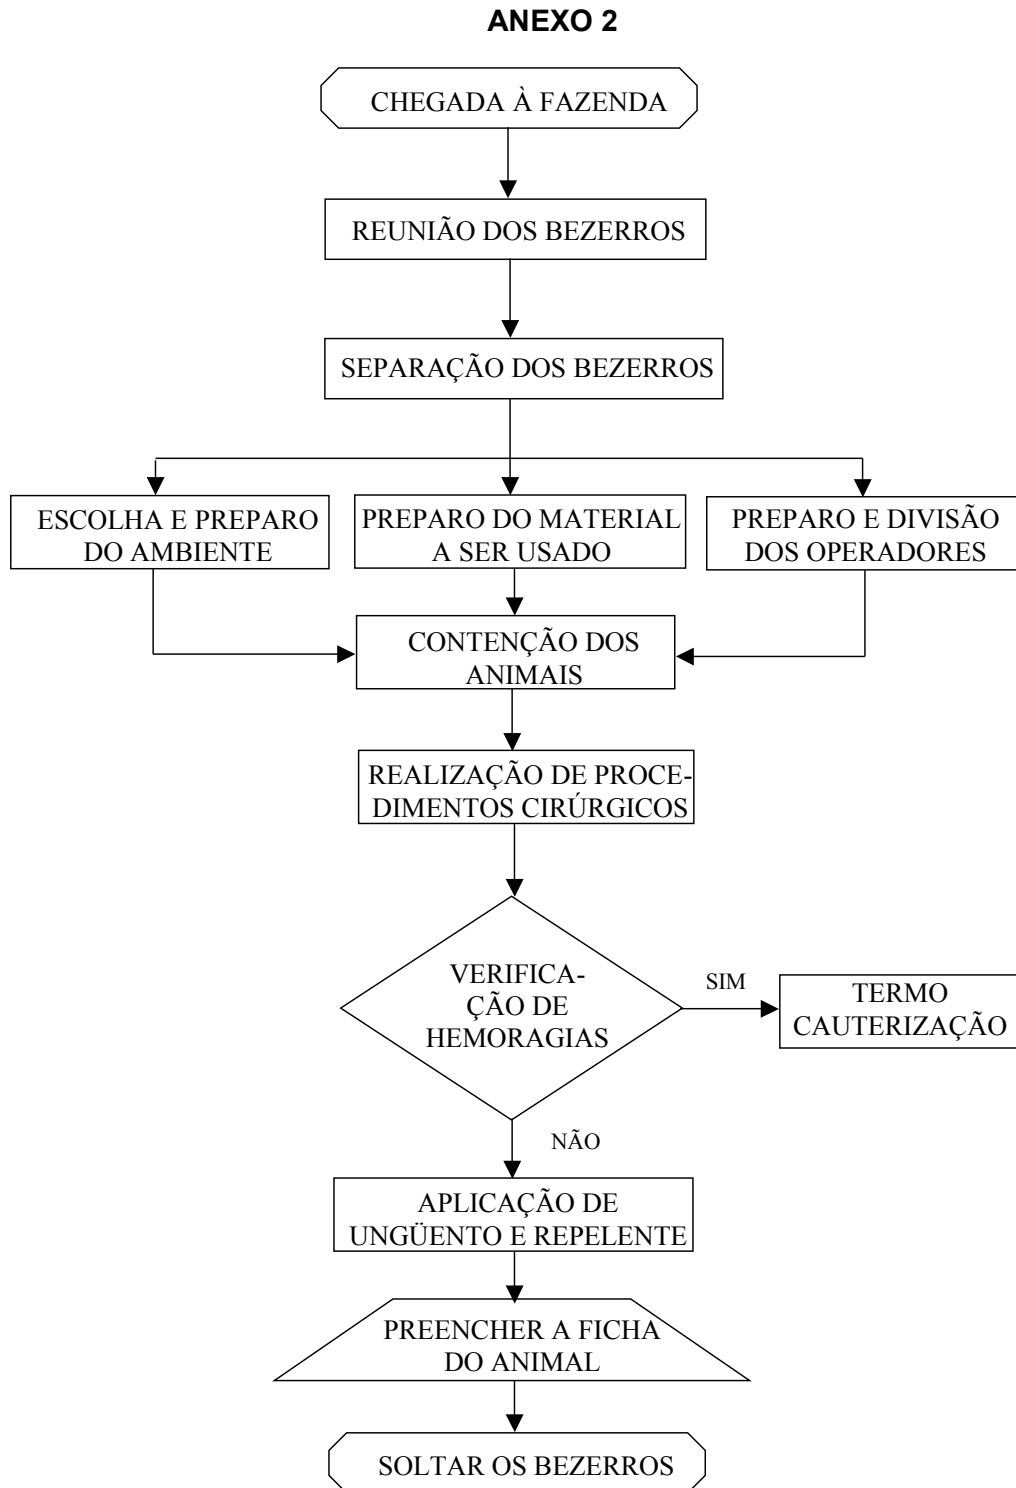

FIGURA 3. FLUXOGRAMA DE “DESCORNA DE BEZERROS”
4.2.1. Planejar (P)
b) Estabelecer os **meios**, através de definição de **fluxograma** do processo, assim como **padrões** e **procedimentos operacionais**, que permitam ter ao responsável pelas tarefas, todas as informações que necessita para uma correta execução das mesmas. Por exemplo, Ver Figura 3 e Tabelas 2 e 3 (Anexos 2,3 e 4).
4.2.2. Executar, Fazer (D)